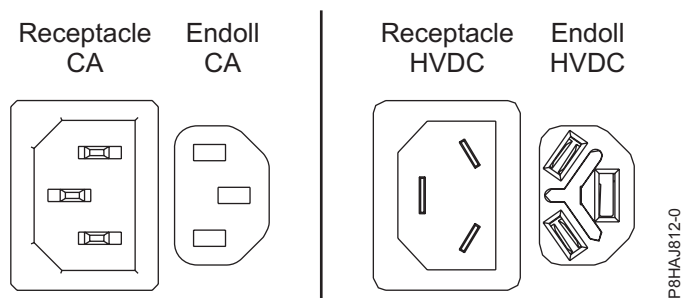
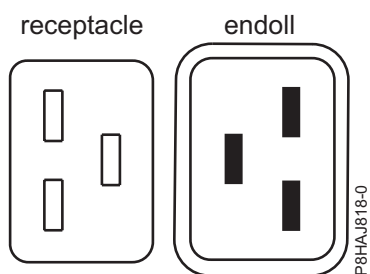
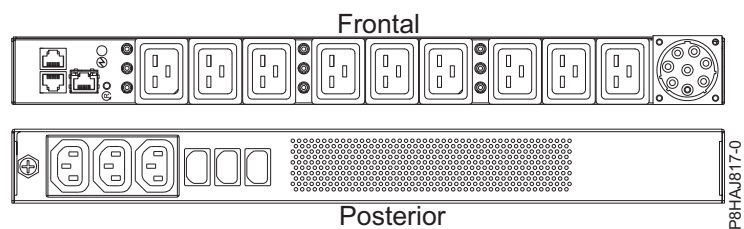

Figura 15. Connectors de CA i d'HVDC
Figura 16. Connectors per al sistema 8408-44E
Figura 17. PDU per al sistema 8408-44E
A Figura 15 a la pàgina 44 es mostren els connectors admesos de corrent alternativa (CA) i de corrent directa d'alt voltatge (HVDC). A Figura 16 a la pàgina 44 i a Figura 17 a la pàgina 44 es mostren els connectors i la unitat de distribució d'alimentació (PDU) admesos pel model 8408-44E.